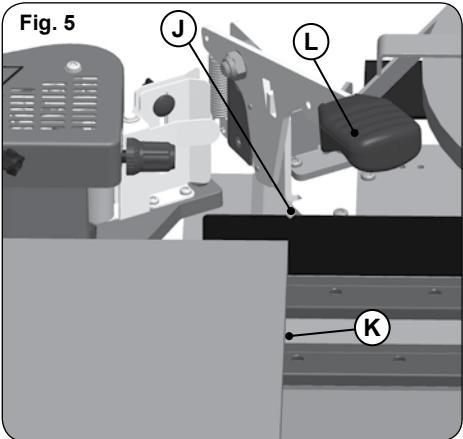

Fig. 5
- 5- Proceder al aplacado del tablero, teniendo presente que cuando el final del tablero K (Fig. 5) alcance la marca existente en la guía de entrada J (Fig. 5) se ha de
proceder al corte del canto dando un golpe seco sobre la manta L (Fig. 5) del cargador.
5. Proceed to apply the edge to the board, keeping in mind that when the end of the board K (Fig. 5) reaches the mark found on the intake guide J (Fig. 5), the edge must be cut by striking the loader handle L (Fig. 5).
5. Procéder au placage du panneau, sans oublier que lorsque la fin du panneau K (Fig. 5) arrive sur le repère se trouvant sur le guide d'entrée J (Fig. 5), il faut couper le chant en donnant un coup sec sur la manette du dévidoir L (Fig. 5).
5. Leimen Sie die Platte. Sobald das Ende der Platte K (Abb. 5) die Markierung auf dem Führungsteil J (Abb. 5) erreicht hat, muss die Kante geschnitten werden. Schlagen Sie dazu kurz auf den Schaltknopf der Ladeeinheit L (Abb. 5).
5. Bordare il pannello, tenendo presente che, quando la fine del pannello K (Fig. 5) raggiunge il segno presente sulla guida d'ingresso J (Fig. 5), occorre tagliare il bordo con un colpo secco sulla levetta del caricatore L (Fig. 5)
- Proceder à aplicação da orla no tabuleiro, tendo em conta que, quando o fim do tabuleiro K (Fig. 5) atingir a marca existente na guia de entrada J (Fig. 5), deve proceder-se ao corte do canto dando uma pancada seca sobre a manete do carregador L (Fig. 5)